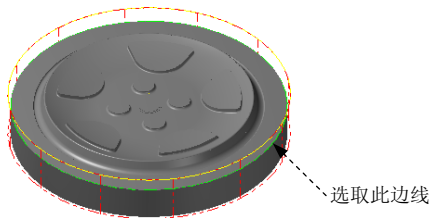

图 15.11 选取切削范围边线
Step3. 设置加工区域。在图形区中选取图 15.11 所示的边界曲线，然后单击 按钮。单击 按钮，完成加工区域的设置，同时系统弹出“2D 刀具路径—外形铣削”对话框。